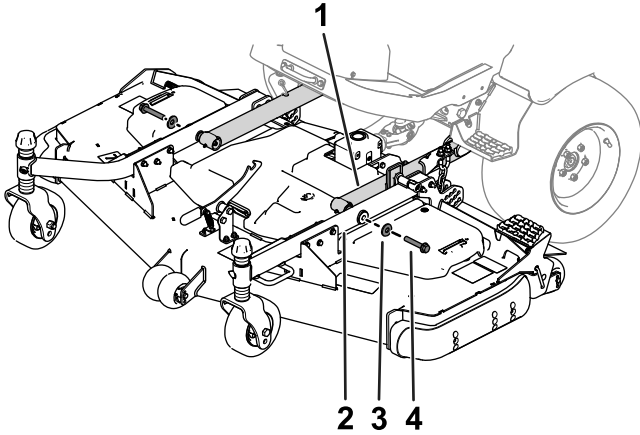

Bild 5
7. Verwenden Sie zwei Sechskantschrauben und zwei Unterlegscheiben, um die Laufradarme an den Hubarmen zu befestigen (Bild 5).